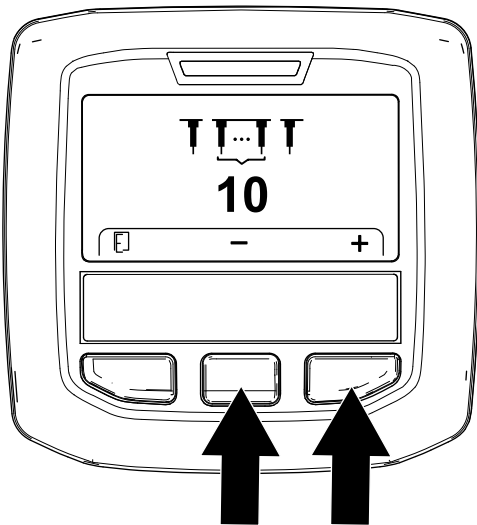

Figura 62
5. Ajuste la cantidad de los taladros (Figura 62) del siguiente modo: